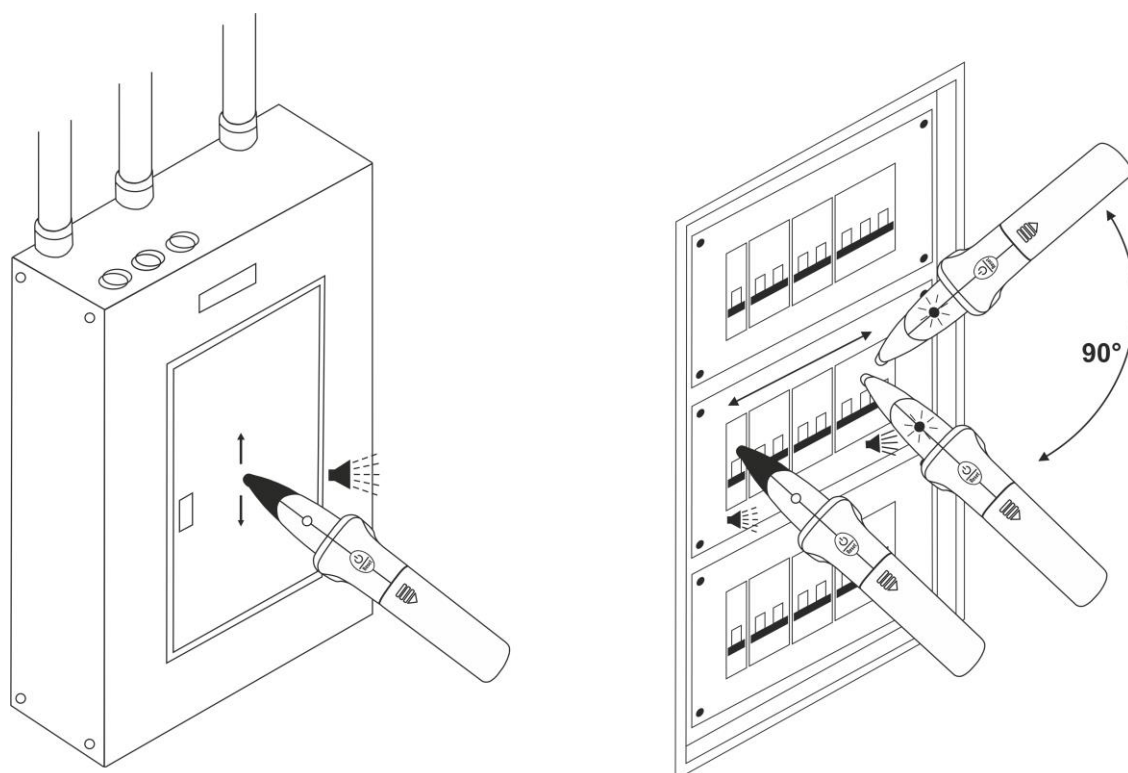

Fig. 4: Localización del dispositivo de protección
5. Colocar en proximidad del cuadro eléctrico en el cual el sonido intermitente es de intensidad mayor moviendo el elemento sensible en diferentes direcciones (ver Fig. 4 – parte izquierda)
- En caso de dificultad localice el dispositivo de protección buscado (por ejemplo dos dispositivos adyacentes proporciona una intensidad de sonido similar) rote 90° el receptor (ver Fig. 4 – parte derecha) con el fin de facilitar la búsqueda de la señal. En general siga la angulación con el cual ha sido montado el dispositivo del cuadro